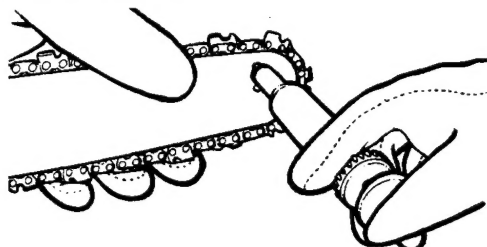

Fig. 28
3. A l'aide du Lube Gun (optionnel), insérer le bec-aiguille dans le trou de lubrification et injecter le lubrifiant jusqu'à ce qu'il ressorte sur les côtés de la roulette (Fig. 28).